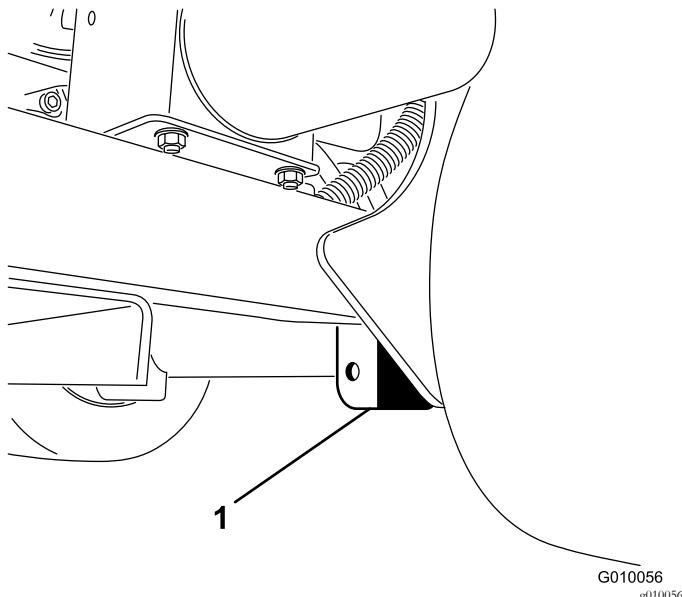

Figura 41
3. Coloque bem o apoio debaixo da chama do chassis, dentro da roda traseira (Figura 41).